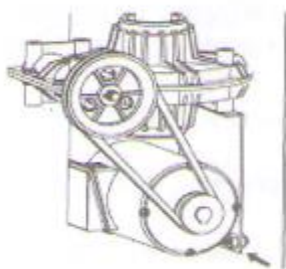

Рис. 23
**Примечание.** Проверить натяжение ремня, если станок не развивает мощности. Для этого снять левый кожух, открутив винты крепления. Натянуть ремень с помощью регулировочных винтов на опоре электродвигателя. Рис.23.